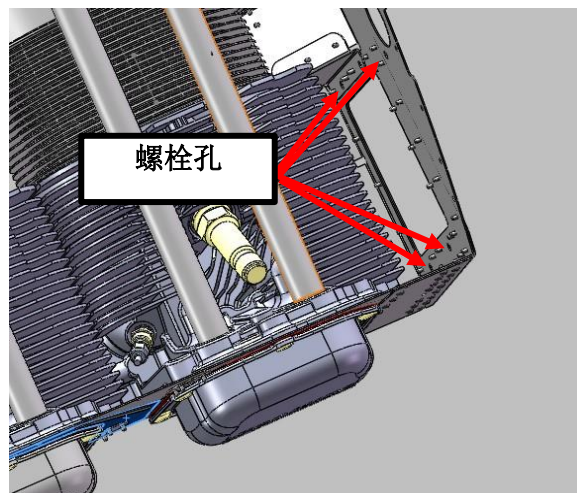

图 1 – 油冷却器连接点
3. 在挡板前面安装油冷却器板(TC5021-001)，与四个螺栓孔对齐(见图 1)，并沿平边向下调整。应留下顶部的开口，重新安装油冷却器，并按 AC43.13-1B 的要求用之前的五金件牢固地固定。